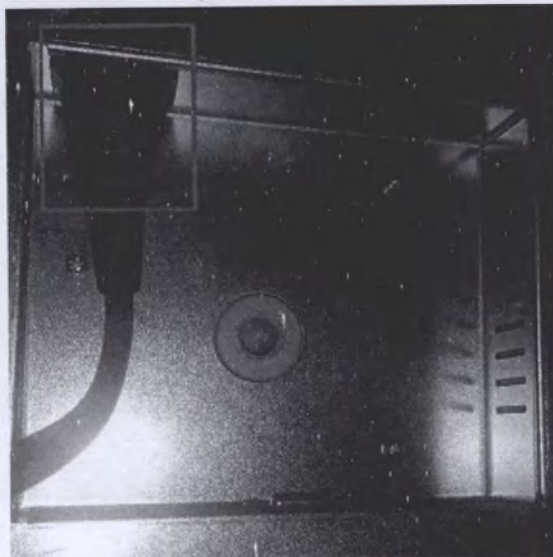

Рисунок 7 - Нижняя сторона прибора
- Вставьте штекер кабеля питания в розетку (рис.7).